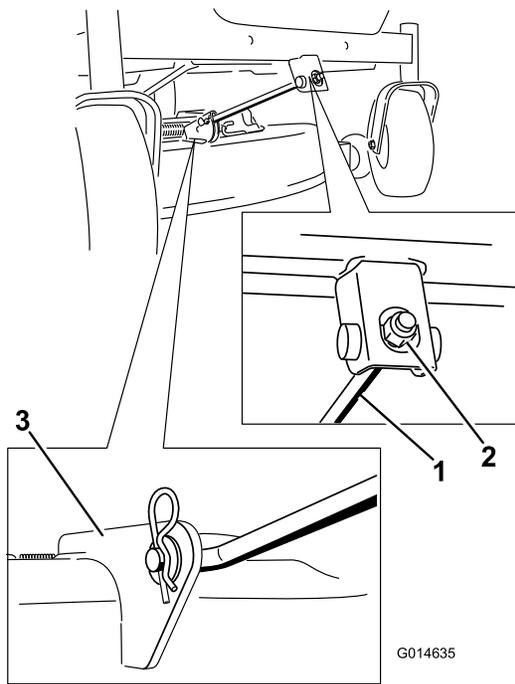

図 57
4. 前サポートロッドについているヘアピンコッターを抜き取り、デッキブラケットからロッドを取り外す **図 57**。刈り込みデッキの前部を、注意深く、床面に降ろす。
6. 前部のサポートロッドをデッキに取り付け、クレビスピンとヘアピンコッターで固定する 図 57。